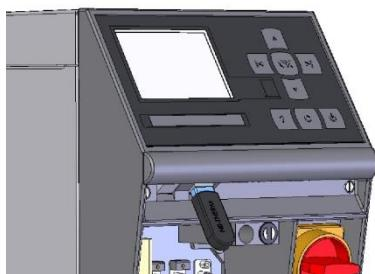

Fig. 77: Ligar o dispositivo USB
2. Ligar o dispositivo USB (Fig. 77).